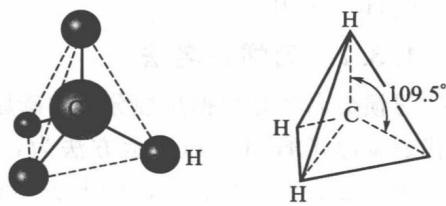

图 1-1 甲烷的正四面体构型
(1) 杂化轨道 碳原子在成键时，能量相同或相近的原子轨道，可以重新组合成新的轨道，叫做杂化轨道。
(2) 甲烷的正四面体构型 甲烷为正四面体构型，碳原子处于正四面体的中心，与碳原子相连的四个氢原子位于正四面体的四个顶点，四个碳氢键完全相同，键长为  $0.110\text{ nm}$ ，彼此间的键角为  $109.5^\circ$ 。甲烷的正四面体构型如图 1-1 所示。